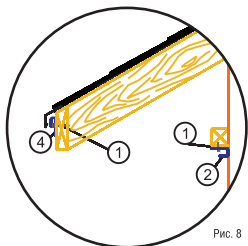

Рис. 8
1. На лобовой доске закрепите финишные планки (4) с помощью саморезов (1) (рис. 8).
2. Закрепите G-планки (2) на направляющих брусках с помощью саморезов (1) (рис. 8).